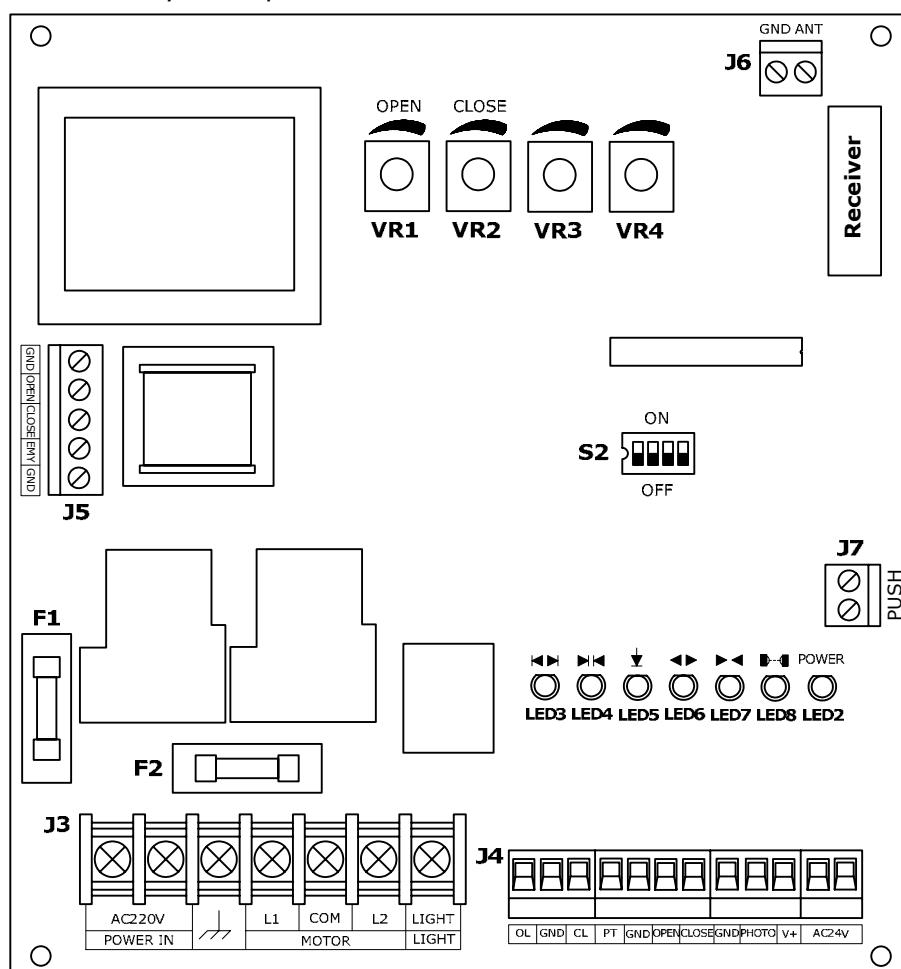

Рис. 6. Электронный модуль блока управления DGT-C06
Электронный модуль блока управления DGT-C06 (Рис. 6) осуществляет управление работой всех подключенных к нему электрических компонентов.
- Ослабьте гайку. Соблюдая определенное ранее направление, вращайте отверткой винт, помеченный меткой, пока желтый кулачек не повернется до срабатывания выключателя (толкатель выключателя нажат). На модуле блока управления светодиод LED4 гаснет (Рис. 6). Зажмите гайку.
- Ослабьте гайку. Соблюдая направление, вращайте отверткой винт, не помеченный меткой, пока зеленый кулачек не повернется до срабатывания выключателя (толкатель выключателя нажат). На модуле блока управления светодиод LED3 гаснет (Рис. 6). Зажмите гайку.
Настройка параметров работы привода осуществляется с помощью DIP-переключателя S2 (Рис. 6) и потенциометров VR1...VR4 модуля блока управления.
Модуль приемника радиоуправления Receiver (Рис. 6) - опция. Для обеспечения управлением приводом от пультов радиоуправления AT-4 необходимо установить модуль приемника радиоуправления Receiver или подключить внешний радиоприемник.
Для записи пульта нажмите кнопку LEARN радиоприемника Receiver (Рис. 6) модуля блока управления, индикатор LEARN радиоприемника загорится. Затем пока горит индикатор LEARN (~5сек) нажмите выбранную для управления приводом кнопку пульта, индикатор LEARN моргнет несколько раз и погаснет, что означает запись кода пульта в память радиоприемника модуля блока управления. Максимальное количество записываемых пультов - 25 пультов. Дальность действия пульта в открытом пространстве не менее 50 метров.